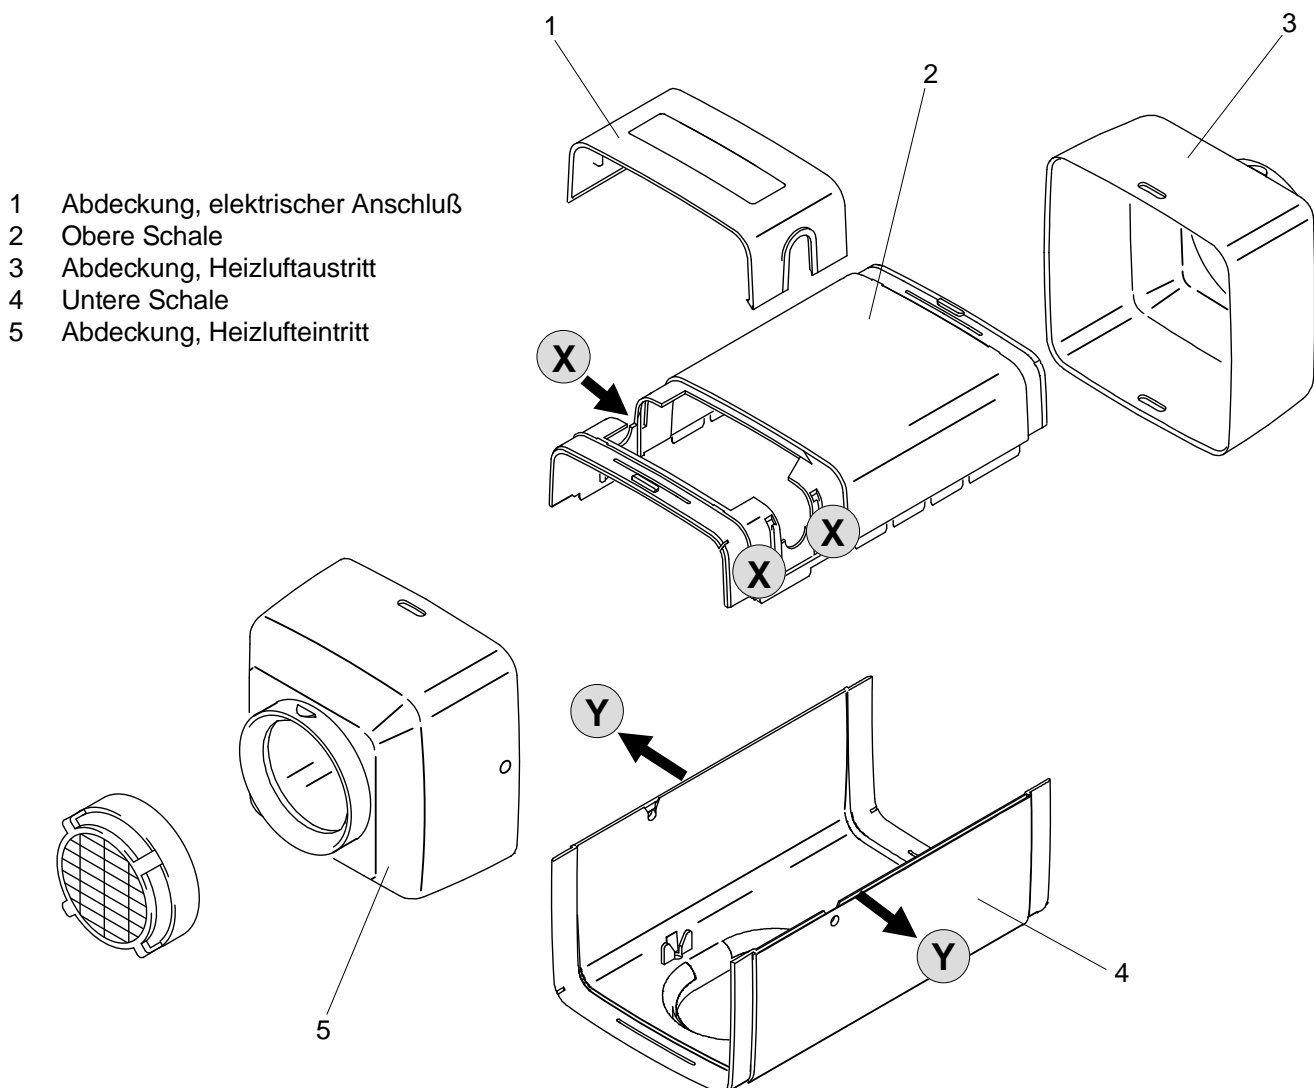

Abb. 901 Entfernen der Gehäuseteile/Abdeckungen
Die Abdeckung (1, Abb. 901) kann mit einer stumpfen Klinge, in den Bereichen (X) beidseitig abgehoben und nach oben abgezogen werden.
Beide Abdeckungen (3 und 5, Abb. 901) können durch Eindrücken der Stege (oben und unten) aus der Arretierung gelöst und entfernt werden.
Die obere Schale (2, Abb. 901) kann nach Entfernen der Abdeckungen für Heizlufteintritt und -austritt abgehoben werden.
Durch beidseitiges, leichtes Ziehen an der unteren Schale (4, Abb. 901), in den Bereichen (Y), wird die Arretierung gelöst und die Schale kann vom Gebläsegehäuse getrennt werden.
1. Abdeckung (1, Abb. 901) entfernen.